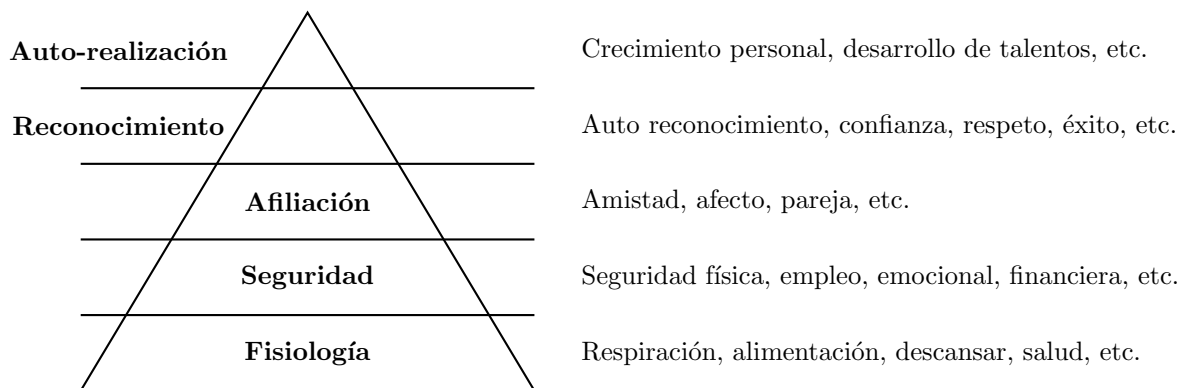

Figura 5.11: Pirámide de jerarquía de necesidades de Maslow
1. **Pirámide de jerarquía de necesidades de Maslow:** Esta teoría afirma que las necesidades humanas se pueden organizar en una jerarquía, donde las necesidades más básicas deben ser satisfechas antes de que las personas puedan centrarse en necesidades superiores (ver Figura 5.11):